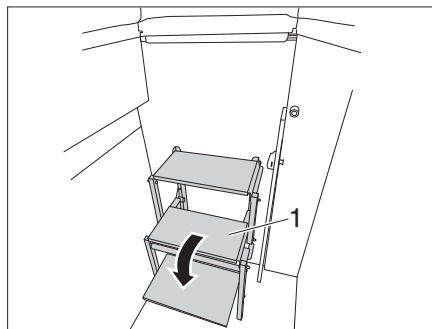

Fig. 62 Apertura della scaletta
- Aprire la scaletta (Fig. 62,1).
- Richiudere la scaletta (Fig. 62,1).